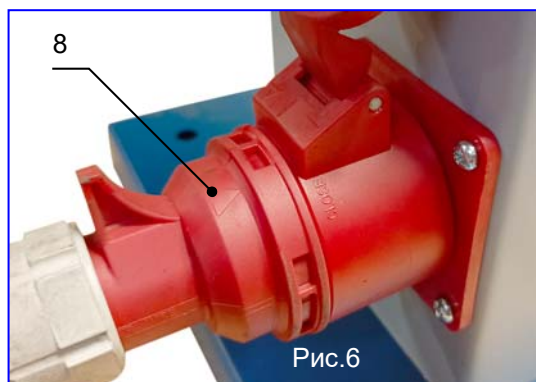

Рис.6
- При отсутствии неисправностей подсоедините вилку (поз.8, рис.6) к станку.